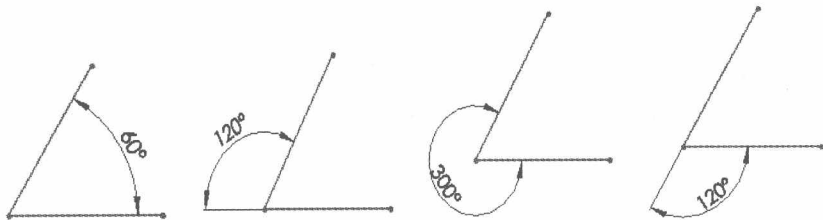

图 2-12 两直线之间夹角的标注
(1) 两直线之间的夹角:直接选取两条直线,没有顺序差别。根据光标所放位置的不同,有 4 种不同的标注形式,如图 2-12 所示。